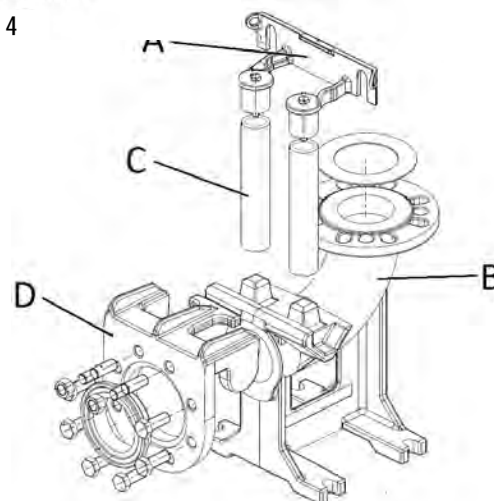

Fig. 5
- Monter låsekonsollen til styrerørene (fig. 5 - pos. A) på kanten af karret.
- Placér støttefoden for automatisk sammenkobling i bunden af brønden (fig. 5 - pos. B), og kontrollér ved hjælp af en lodline, at de koniske fremspring til indkobling af styrerørene er helt vinkelrette i forhold til låsekonsollens fremspring på kanten af karret. Kontrollér nivelleringen ved hjælp af et vaterpas.
- Afmærk kærnhullernes placering i støttefoden, og mål styrerørenes nøjagtige længde (fig. 5 - pos. C).
- Montér specialflangen (fig. 5 - pos. D) med skydemekanisme på pumpens forsyningsstuds, og fastgør wiren eller kæden til håndtaget eller kærvehullet øverst på pumpehuset.